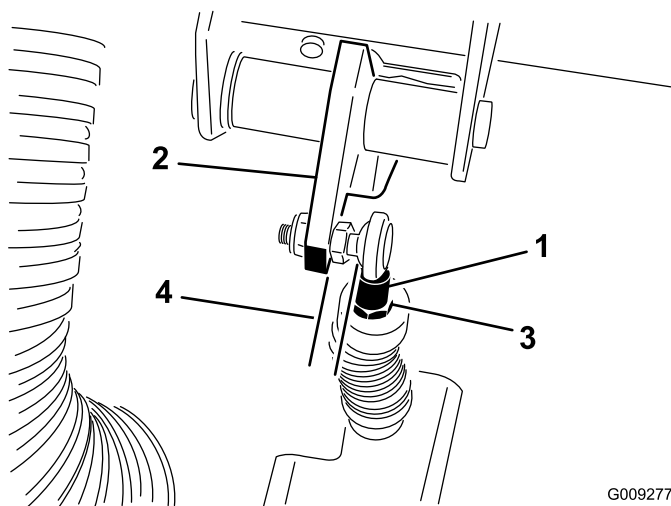

Рисунок 71
**Внимание:** Убедитесь в том, что после затяжки контргаек конец стержня располагается перпендикулярно к шарик, а не перекошен, и остается параллельным к педали сцепления (Рисунок 71).